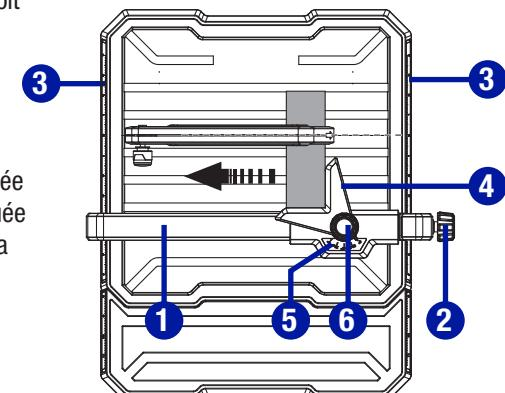

Fig. 16
**UTILISATION DU GUIDE DE COUPE PARALLÈLE ET DU GUIDE DE COUPE D'ONGLET (Fig. 16)**